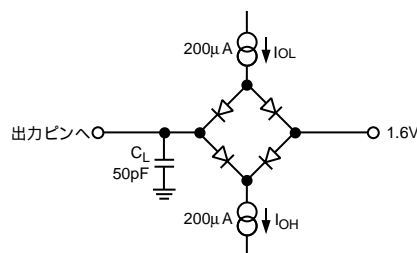

図1 デジタル出力タイミング仕様の負荷回路
- 図1に示す負荷回路で測定。出力が0.8Vまたは2.0Vと交叉するまでに必要な時間と定義します。
- t_8 と t_8 の値は、図1の負荷回路でデータ出力が0.5V変化するときを要する時間の測定値から導出。この測定値に外挿を行い、50pFコンデンサの充放電の影響を除去してあるため、タイミング特性に記載する t_8 と t_8 は、デバイスの真のバス開放時間であることを意味し、バスの負荷に無関係であることを意味します。仕様は予告なく変更されることがあります。